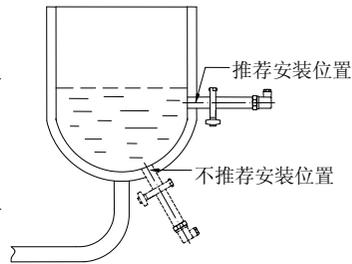

图 8-1 变送器安装位置
1. 本产品可利用 M20×1.5 接口 (卫生型使用卡箍) 直接安装在管道上 (如图 8-1), 不必使用安装支架。为了安装维修方便, 在接口和管道之间加装球阀。